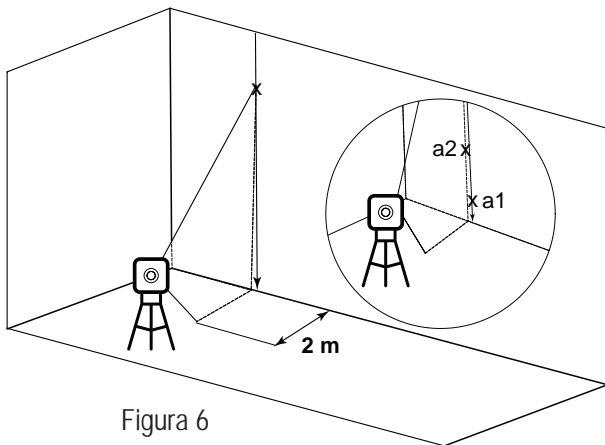

Figura 6
- 6) Marque el punto **a2** en la pared, en la mitad del rayo vertical a la misma altura que **a1**. (véase la figura 6).